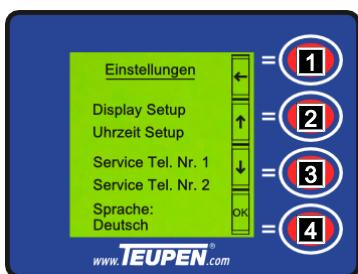

Abb. 94
1. Mit den **[Funktionstasten]** (Abb.94/2 und 3) die Sprache auswählen.
2. **[Funktionstaste]** (Abb.94/4) drücken.
3. Mit den **[Funktionstasten]** (Abb.94/2 und 3) die gewünschte Sprache auswählen.
4. Mit der **[Funktionstaste]** (Abb.94/4) die ausgewählte Sprache bestätigen.